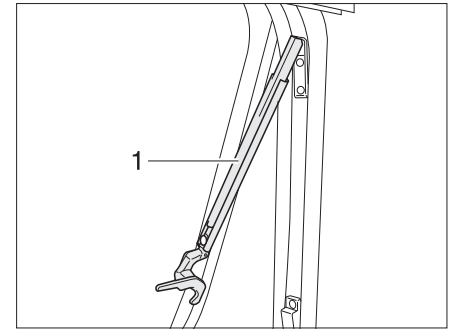

Bild 10 Ausstellfenster mit Automatik-Ausstellern, geöffnet
- Ausstellfenster bis zur gewünschten Raststellung öffnen. Der Automatik-Aussteller (Bild 10,1) rastet selbstständig ein.